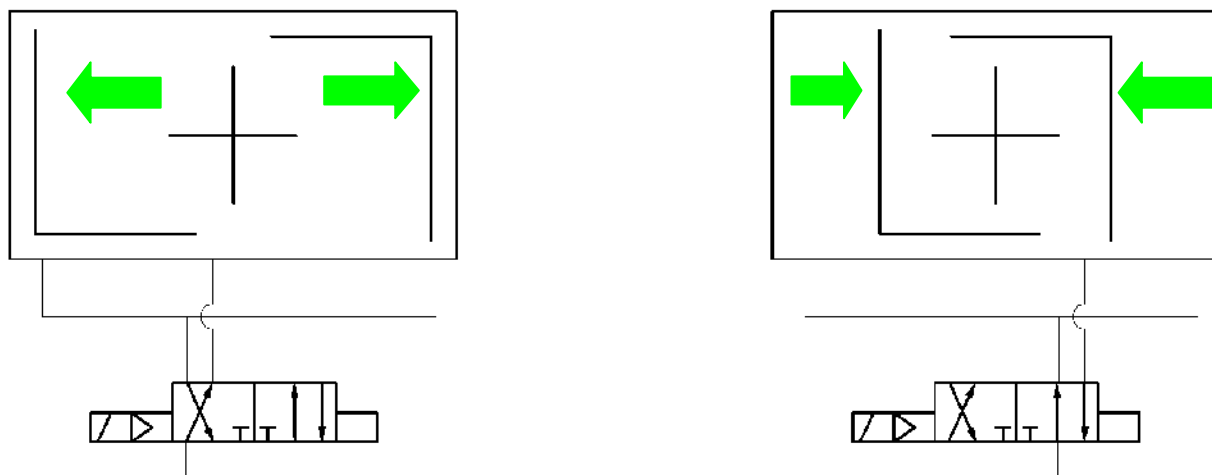

Figura 1: Schemi di funzionamento per attuatori a doppio effetto EBx DA
- ▶ Attuatori a doppio effetto EBx DA sono mostrati in Figura 1